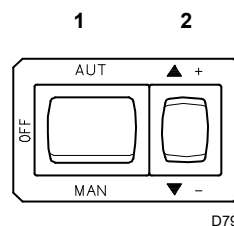
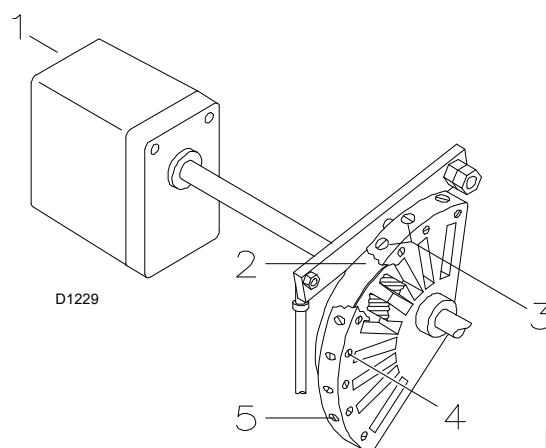
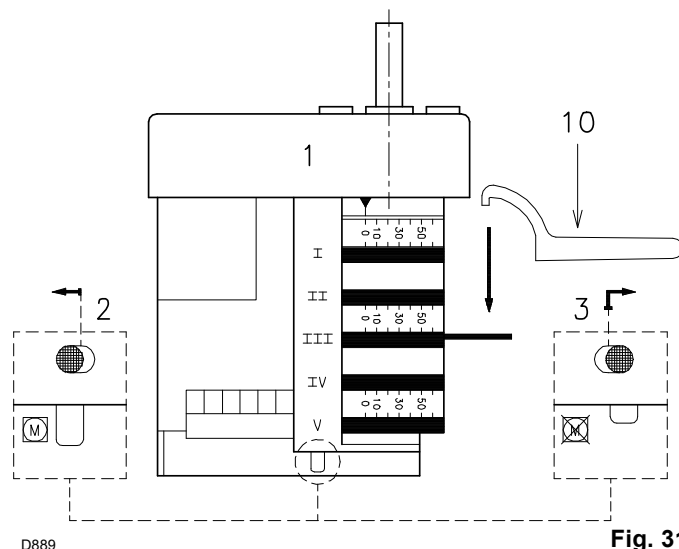

Fig. 27
Fig. 30
Fig. 31
- Avviare il bruciatore chiudendo i telecomandi e con l'interruttore 1)(Fig. 27 a pag. 24) in posizione "MAN". Appena il bruciatore si avvia controllare il senso di rotazione della girante del ventilatore dal visore fiamma 25).
- Quando il gasolio fuoriesce dalla vite 3) la pompa è innescata. Fermare il bruciatore: interruttore 1)(Fig. 27 a pag. 24) in posizione "OFF" ed avvitare la vite 3).
Chiudere i telecomandi e mettere l'interruttore 1)(Fig. 27) in posizione "MAN".
Nella descrizione che precede abbiamo lasciato il bruciatore acceso, funzionante alla potenza MIN. Premere ora il pulsante 2)(Fig. 27) "+" e tenerlo premuto fino a quando il servomotore si è portato a 130°.
Variare in progressione il profilo finale della camma 2)(Fig. 30) agendo sulle viti 5).
Premere il pulsante 2)(Fig. 27 pag. 24) “diminuzione potenza” e tenerlo premuto fino a quando il servomotore si è portato a 20° (regolazione fatta in fabbrica).
Variare in progressione il profilo iniziale della camma 2)(Fig. 30) agendo sulle viti 3).
Premere un poco il pulsante 2)(Fig. 27 a pag. 24) “aumento potenza” in modo che il servomotore ruoti di circa 15°. Regolare le viti fino ad ottenere una combustione ottimale. Procedere allo stesso modo con le viti successive.
Spegnere il bruciatore agendo sull'interruttore 1)(Fig. 27 a pag. 24), posizione OFF, svincolare la camma 2)(Fig. 30) dal servomotore, premendo e spostando verso destra il pulsante 3)(Fig. 31), e verificare più volte ruotando a mano la camma 2) avanti ed indietro che il movimento sia morbido e senza impuntamenti.
Vincolare nuovamente la camma 2) al servomotore spostando verso sinistra il pulsante 2)(Fig. 31).
A regolazione ultimata fissare la stessa agendo sulle viti 4)(Fig. 30).
Per l'eventuale regolazione della camma III, specie per i piccoli spostamenti, è possibile utilizzare l'apposita chiavetta 10)(Fig. 31) trattenuta da una calamita sotto il servomotore.
- 6 s :** Avvio servomotore: ruota verso destra di 130°, cioè fino all'intervento del contatto sulla camma I) (Fig. 31 a pag. 26). La serranda aria si posiziona sulla potenza MAX.
- 85 s :** Il servomotore ruota verso sinistra fino all'intervento del contatto sulla camma III) (Fig. 31 a pag. 26).
Il telecomando TL si apre, il servomotore ritorna all'angolo 0° limitato dal contatto della camma II) (Fig. 31 a pag. 26). La serranda si chiude completamente per ridurre al minimo le dispersioni termiche.
Svincolare la camma 2)(Fig. 30 pag. 25) dal servomotore, premendo e spostando verso destra il pulsante 3)(Fig. 31 a pag. 26), e controllare manualmente che la sua rotazione, avanti ed indietro, sia scorrevole. Vincolare nuovamente la camma spostando verso sinistra il pulsante 2)(Fig. 31 a pag. 26).